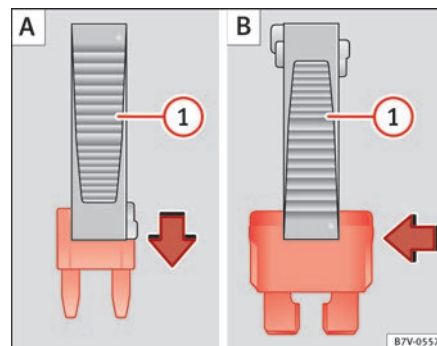

Fig. 202 Extrair ou colocar um fusível.
- Caso sejam *fusíveis pequenos*, encaixar a pinça a partir de cima ⇒ Fig. 202 (A).
- Caso sejam *fusíveis maiores*, deslocar a pinça lateralmente sobre o fusível (B).
- Substituir o fusível fundido por um novo com amperagem *idêntica* (com cor e inscrição igual) e tamanho *idêntico* ⇒ ④.